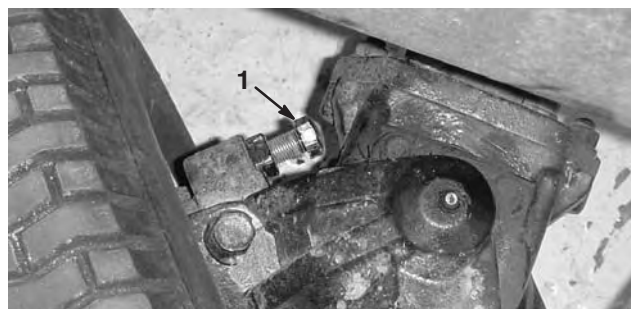

Figure 67
1. Vissez ou dévissez les boulons jusqu'à ce que l'écart correct soit obtenu (Fig. 67).